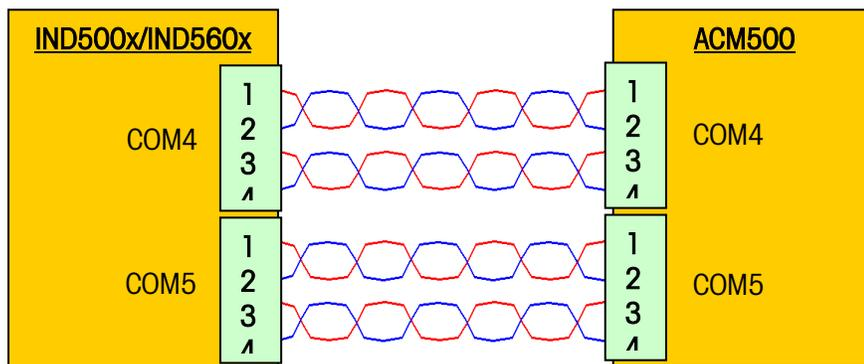

Figura 3-12: Fiação de Interface Serial de Segurança Intrínseca
- Siga as conexões de fiação mostradas na Figura 3-12 e na Tabela 3-3. Consulte a Figura 3-11 para ajudar a identificar as posições terminais. Mantenha a fiação interna o mais curta possível.